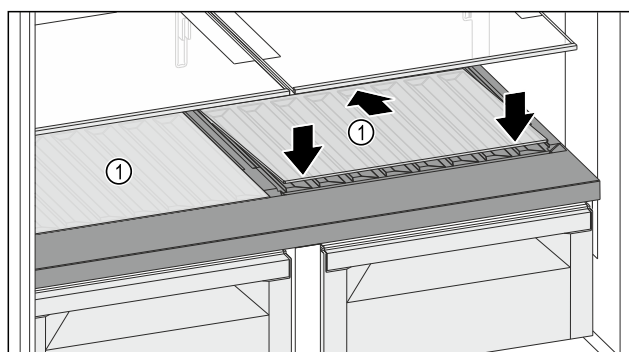

Fig. 131
- Поставете стъклената плоча Fig. 131 (1) косо и наклонена назад надолу.
- Спуснете стъклената плоча Fig. 131 (1) отпред.